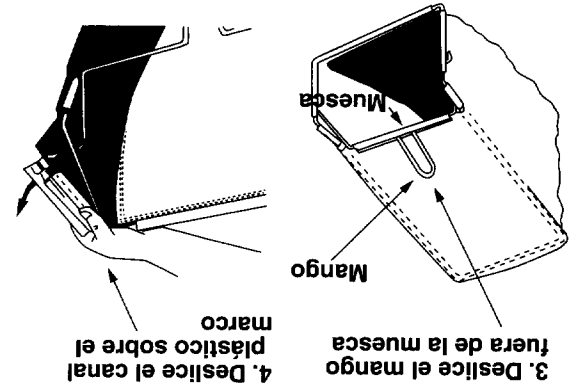

Figura 6
- Deslice el canal plástico de la bolsa sobre el marco (adyacente al mango del retén de grama). Vea la figura 6. Asegúrese que el mango del retén de grama sobresalga de la muesca del canal plástico en la bolsa.